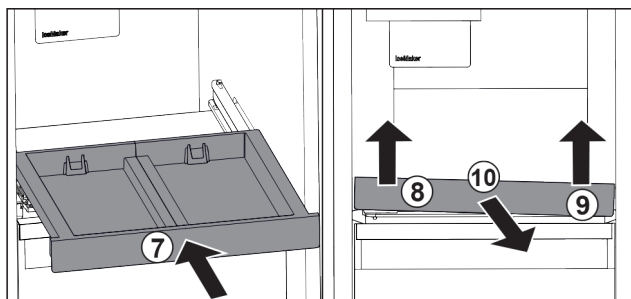

Fig. 193
- ▶ Gurnite izvlačnu ploču. Fig. 193 (7)
- ▶ Podignite izvlačnu ploču naprijed lijevo. Fig. 193 (8)
- ▶ Podignite izvlačnu ploču naprijed desno. Fig. 193 (9)
- ▶ Izvadite izvlačnu ploču prema naprijed. Fig. 193 (10)